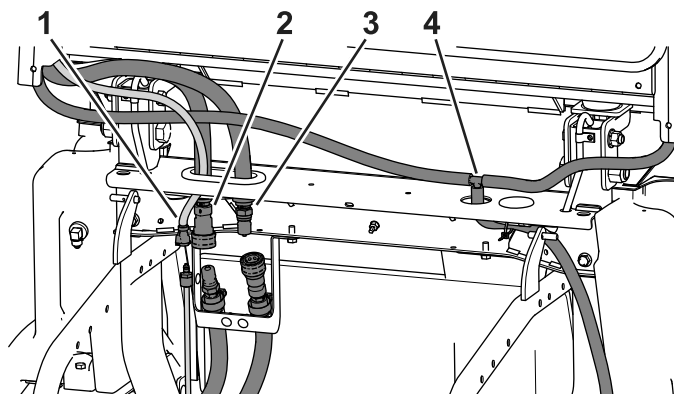

Figure 109
1. Débranchez le tube de lave-glace, le flexible d'alimentation de chauffage et le flexible de retour de chauffage (Figure 109).
2. Enlevez les serre-câbles qui retiennent le tube de vidange sur la machine (Figure 109).